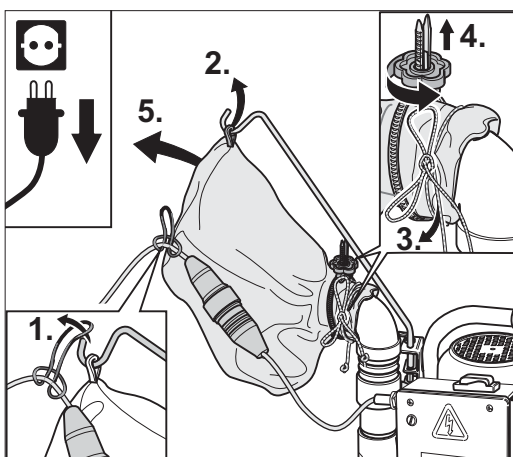

Abb. 51: Abnehmen des Staubsackes.
- 5 Nehmen Sie den Zugentlastungsring mit dem Verlängerungskabel von der Kabelstange ab (Abb. 51, 1.).
- 6 Hängen Sie die Lasche am Staubsack von der Kabelstange ab (Abb. 51, 2.).
- 7 Öffnen Sie die Schleife der Kordel am Staubsack (Abb. 51, 3.).
- 8 Lösen Sie den MultiClip durch Aufdrehen der Mutter (Abb. 51, 4.).
- 9 Ziehen Sie den Staubsack vorsichtig vom Stutzen ab (Abb. 51, 5.) und verschließen Sie ihn mit der Kordel, damit auf dem Weg zum Entleeren kein Staub entweichen kann. Nehmen Sie den MultiClip ab.